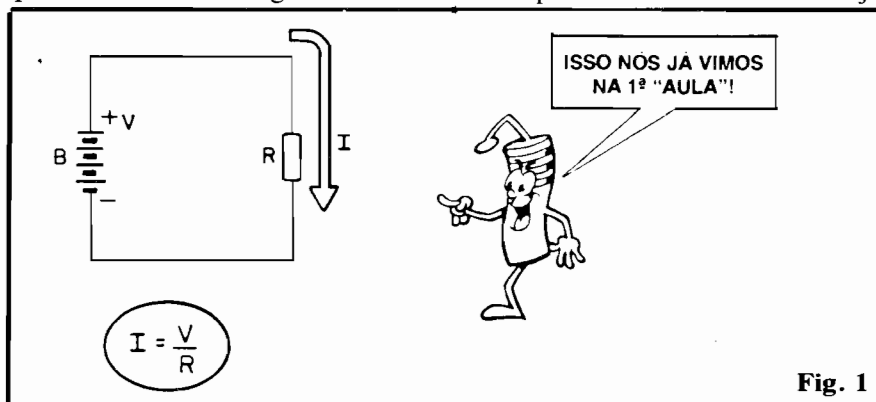

Fig. 1
- FIG. 1 - Recordando: um Resistor comum, “fixo”, “R”, submetido a uma Tensão “V”, proveniente - por exemplo - de pilhas ou bateria “B”, é automaticamente percorrido por uma Corrente “I”, cujo valor ou “tamanho” (em Amperes) é rigidamente determinado pela Tensão “V” (em Volts) dividida pela Resistência “R” (em Ohms). Supondo então que a bateria B da figura mostra 9V em seus terminais, e sabendo que o Resistor R tem um valor ôhmico de 100, temos certeza de que a Corrente I tem o valor de 90mA (0,09A). Se alguém af “duvida”, é só “fazer a conta”... Essa “certeza” baseia-se no fato, principalmente, do Resistor ter um valor “imutável”, ou seja: ele é construído, como componente, para NÃO SOFRER influências externas, mantendo seu valor com bastante rigidez e precisão, sob quaisquer das circunstâncias previsíveis - que tenha que “enfrentar”! NA VERDADE, o valor ôhmico de R varia, sim, devido a fatores como: a TEMPERATURA, a PRESSÃO (exercida sobre ele pelo meio/fluido onde esteja,